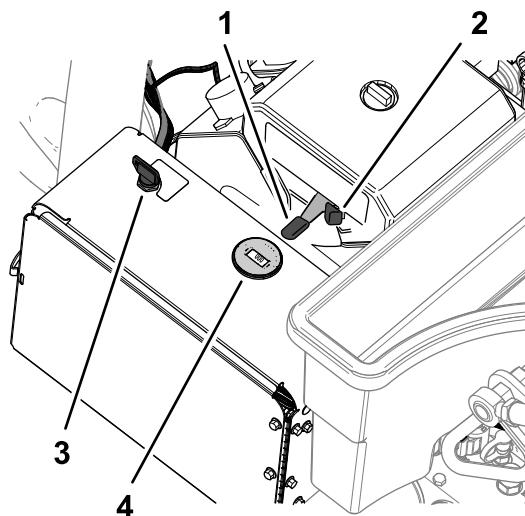

Bild 78
2. Stellen Sie den Gasbedienungshebel (Bild 78) auf die LANGSAM-Stellung.